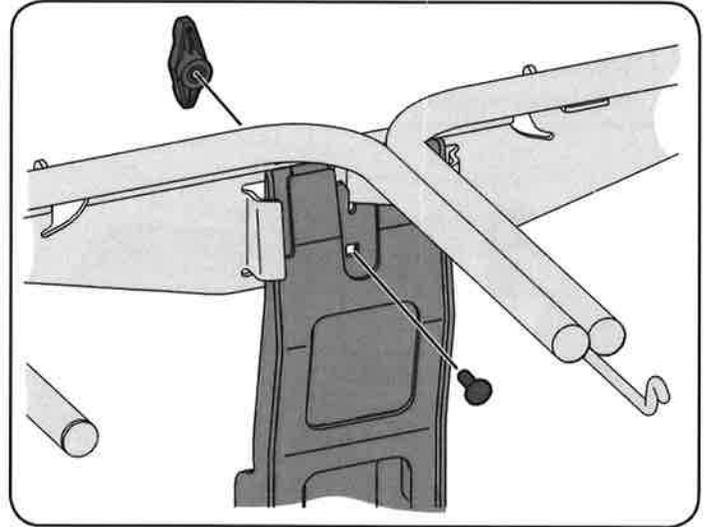

Figura 39
8. Instale el conjunto del colgador en el soporte de apoyo en posición vertical usando un perno de carruaje (710-0276) y el pomo de mariposa (720-04122) del paquete de tornillería 689-00328A. Ver Figura 39.